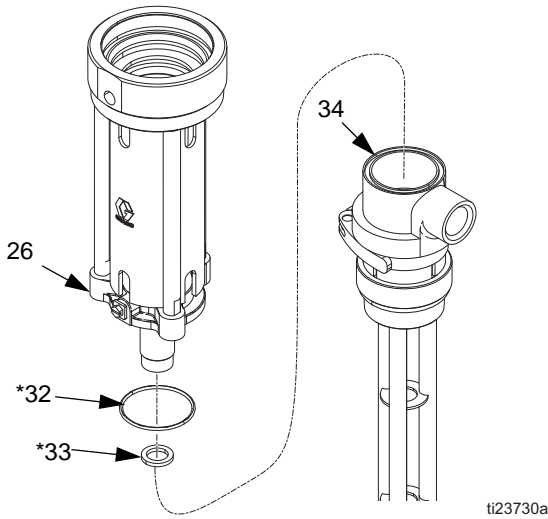

FIG. 23
11. Dévisser la bride de fixation (26) du corps de pompe (34). Enlever le joint torique (32*) et le joint en PTFE (33*) du corps de pompe (34). Vérifier si aucune des pièces n'est endommagée. Voir FIG. 23.